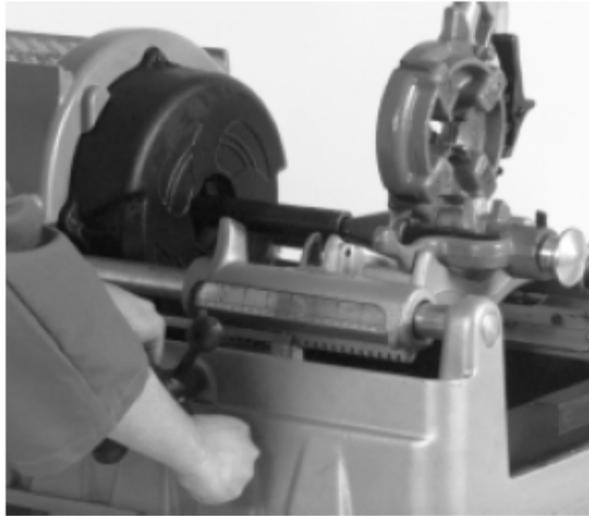

图7 — 用341铰刀铰孔
1. 放下铰刀，移动至铰孔位置（见图7）。
3. 移动桥架，直至完成铰孔工作（见图7）。